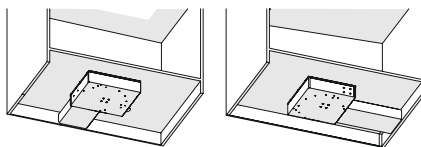

Fig. 24
10. ➔ Skub nu aftrækskanalen på motorens aftræksstuds (Fig. 24).